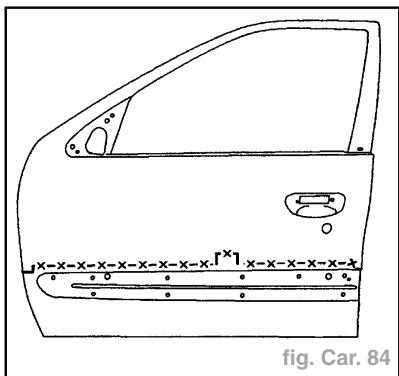

fig. Car. 84
- Tracer puis découper à l'aide d'une scie (fig. Car. 84).